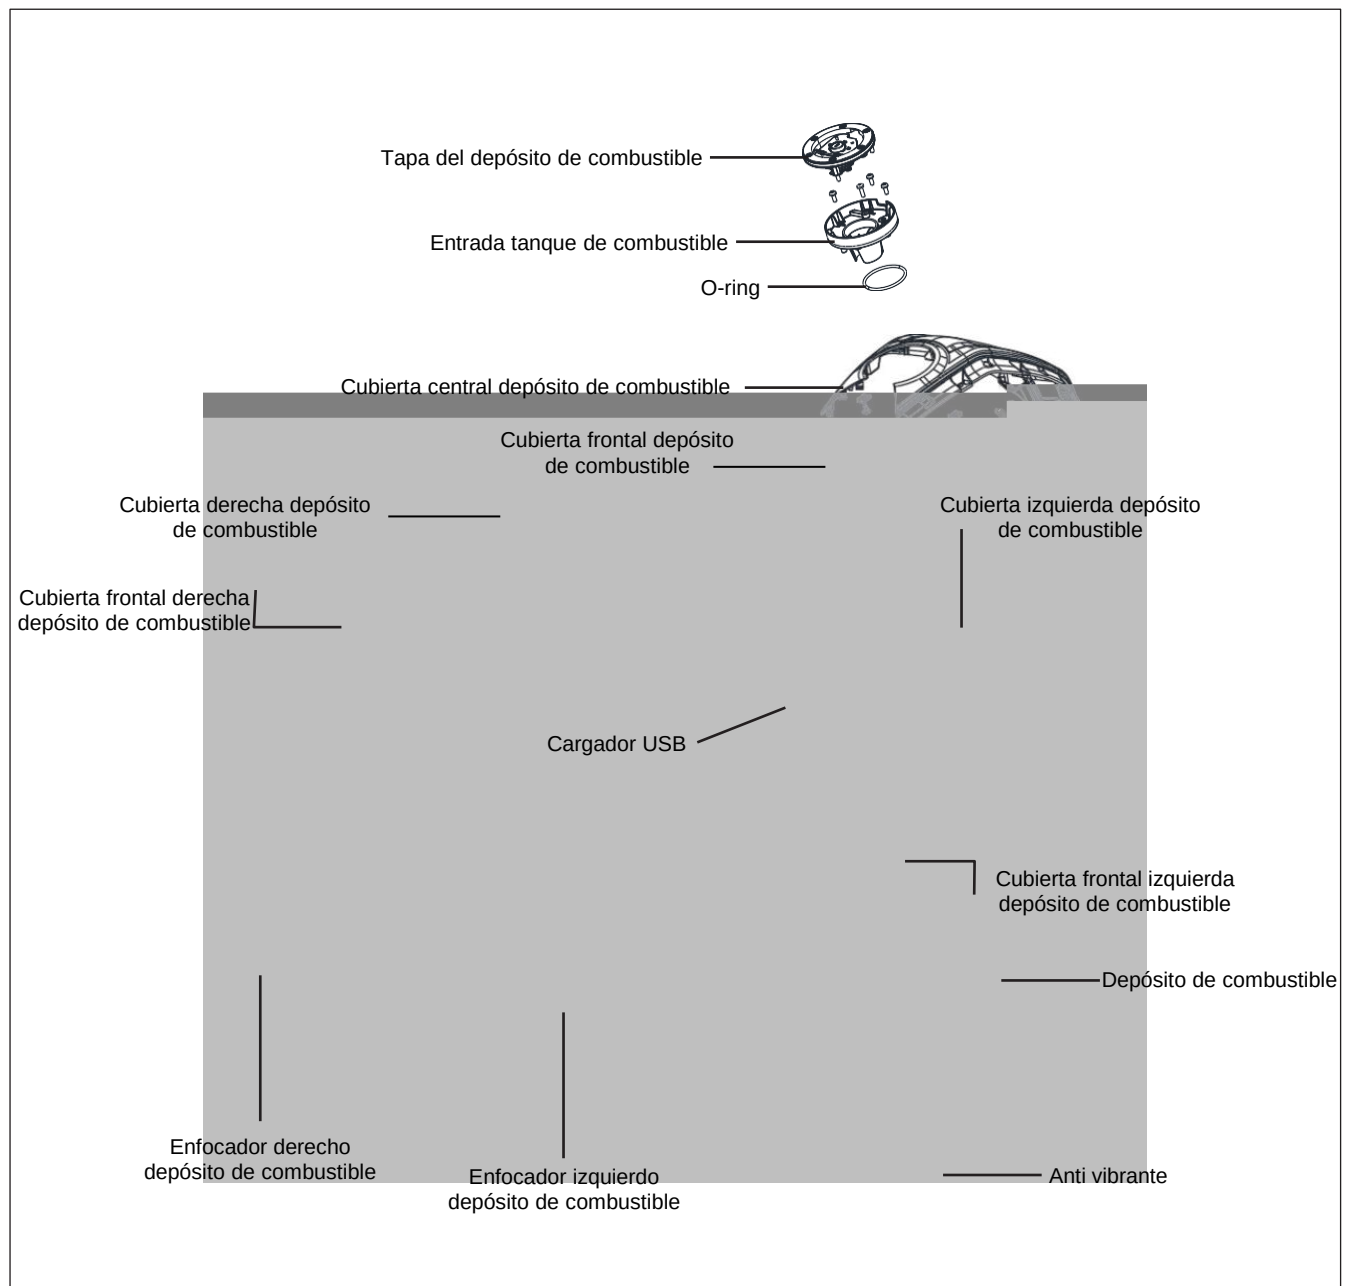

Fig.1.56
- Refiérase a la vista explosionada para obtener detalles del ensamble. (Fig. 1.56)